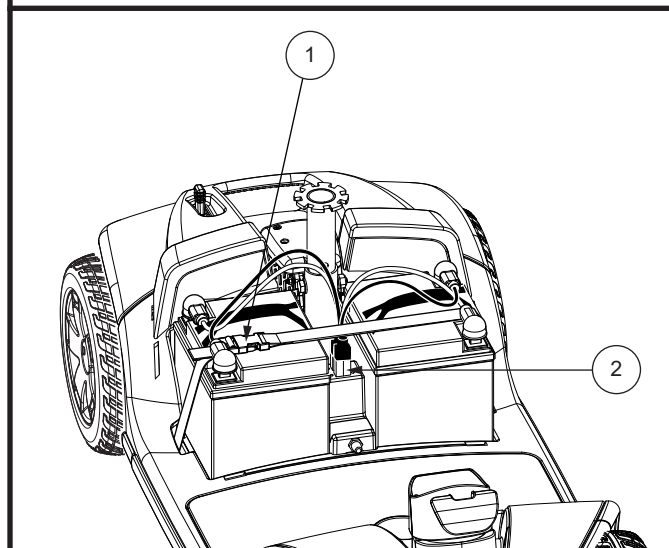

Figure 20. Connexions des batteries
4. Débranchez les deux batteries en tirant sur les connecteurs à la verticale. **Voir la figure 20.**
6. Branchez les câbles sur les deux batteries. Voir la figure 20.